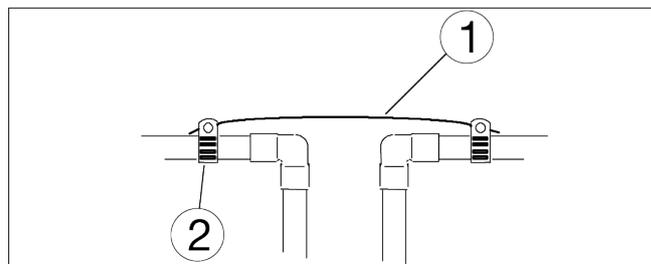

Fig. 12
- ▶ Installer un fil de cuivre de calibre 4 (AWG) sur la section retirée de la conduite d'eau principale, en le fixant solidement aux deux extrémités (voir Fig. 12) - pièces non incluses.